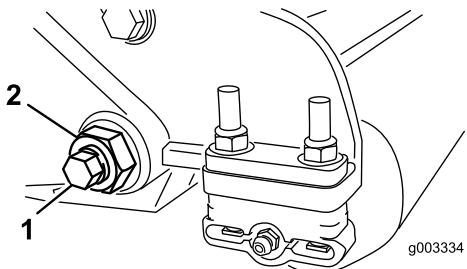

Figure 29
- De chaque côté de la machine, desserrez le contre-écrou de fixation du boulon de la barre d'appui (Figure 29).
- Retirez les boulons de la barre d'appui de façon à pouvoir abaisser la barre et la déposer de la machine (Figure 29). Mettez de côté les 2 rondelles en nylon et